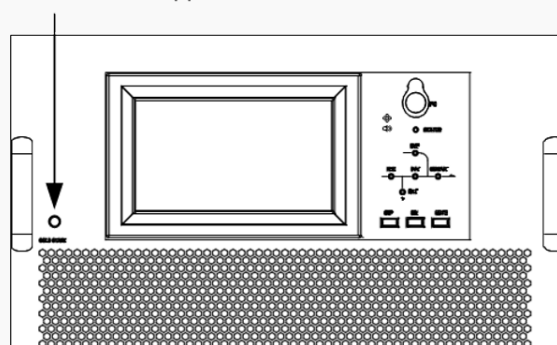

Рис. 5-1 Кнопка холодного старта
3. Нажмите белую кнопку холодного старта. Модуль байпаса и мониторинга запитается от АКБ. См. Рисунок 5-1